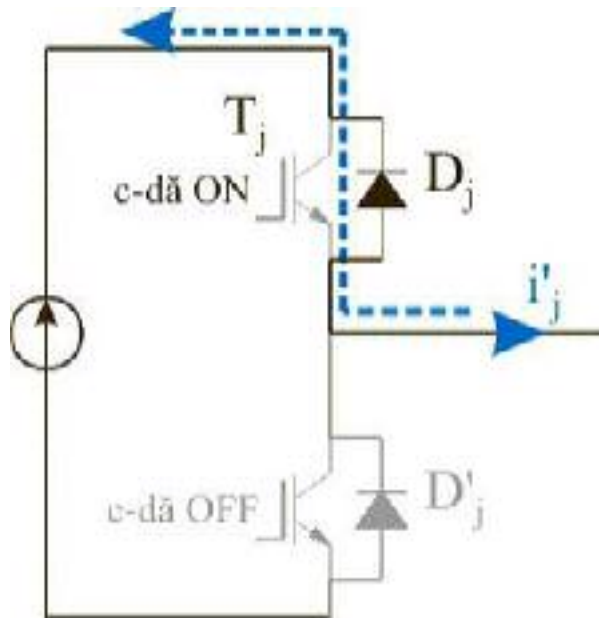

Figura 9
- atunci când  $K_j$  este ON, în conducție este dioda  $D_j$  (figura 9)